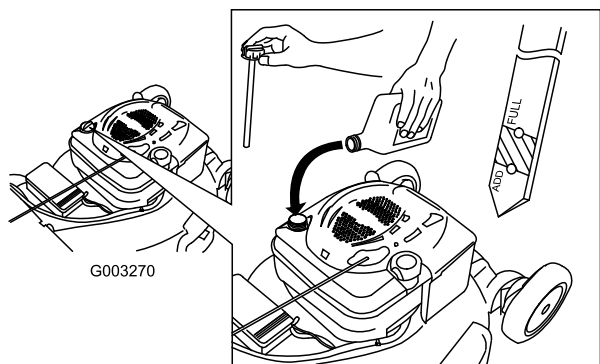

Figura 13
1. Togliete l'asta di misurazione del livello dell'olio, asciugatela ed inseritela a fondo nel foro (Figura 13).
2. Rimuovete l'asta e controllate il livello dell'olio (Figura 13). Se il livello dell'olio è inferiore alla tacca Add sull'asta, versate **lentamente** dell'olio nel foro del bocchettone fino a portarne il livello alla tacca Full sull'asta. **Non riempite troppo.** (Riempimento massimo: 0,59 litri, tipo: olio detergente SAE 30 con service classification API SF, SG, SH, SJ, SL o superiore.)